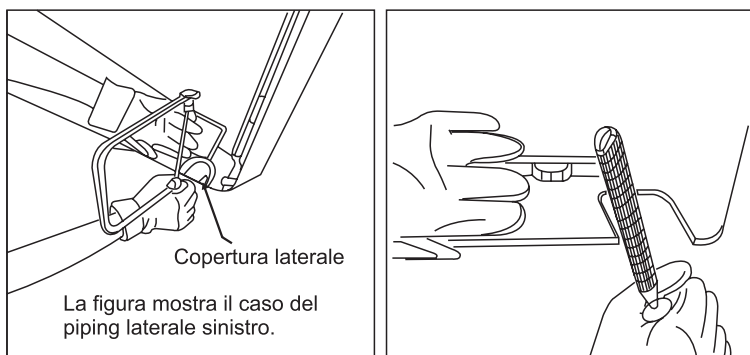

Fig 2
4. Piping inferiore o laterale (vedi Fig. 2)